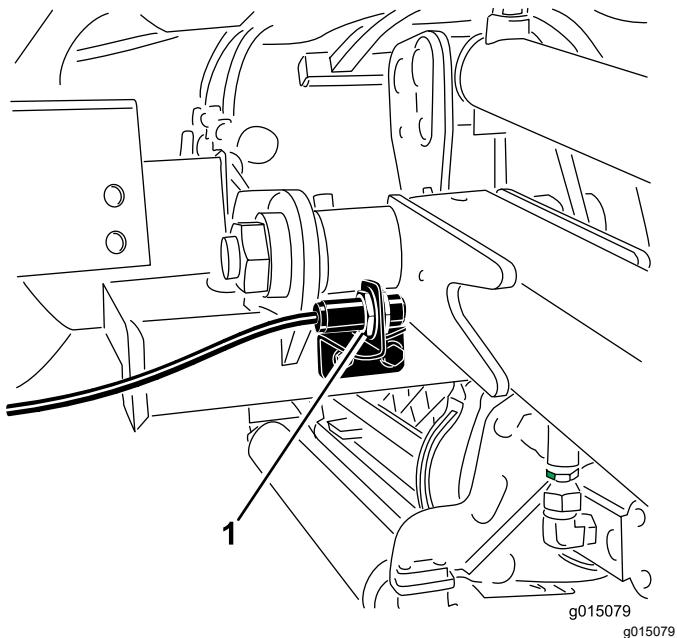

Bild 73
- Der Hubarmschalter befindet sich hinter dem rechten vorderen Hubarm (**Bild 73**).
- Lösen Sie die Befestigungsschrauben des Schalters (**Bild 73**) und schieben den Schalter nach oben, um die Wendehöhe des Hubarms zu erhöhen, oder schieben Sie den Schalter nach unten, um die Wendehöhe des Hubarms zu verringern.